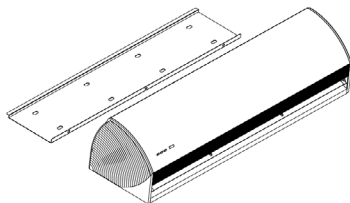

Imagen 1: Saque el soporte del chasis
1. Saque el soporte del chasis: Después de desembalar, afloje el tornillo de sujeción del soporte del chasis desde la parte inferior y separe el soporte del chasis de toda la máquina (Imagen 1).